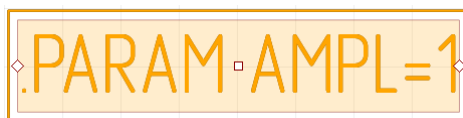

Рис. 181 Задание параметра
3. С помощью команды `.PARAM` задайте глобальный параметр, к примеру, `AMPL`, который в дальнейшем можно будет использовать в выражениях для задания амплитуды сигнала, см. Рис. 181.